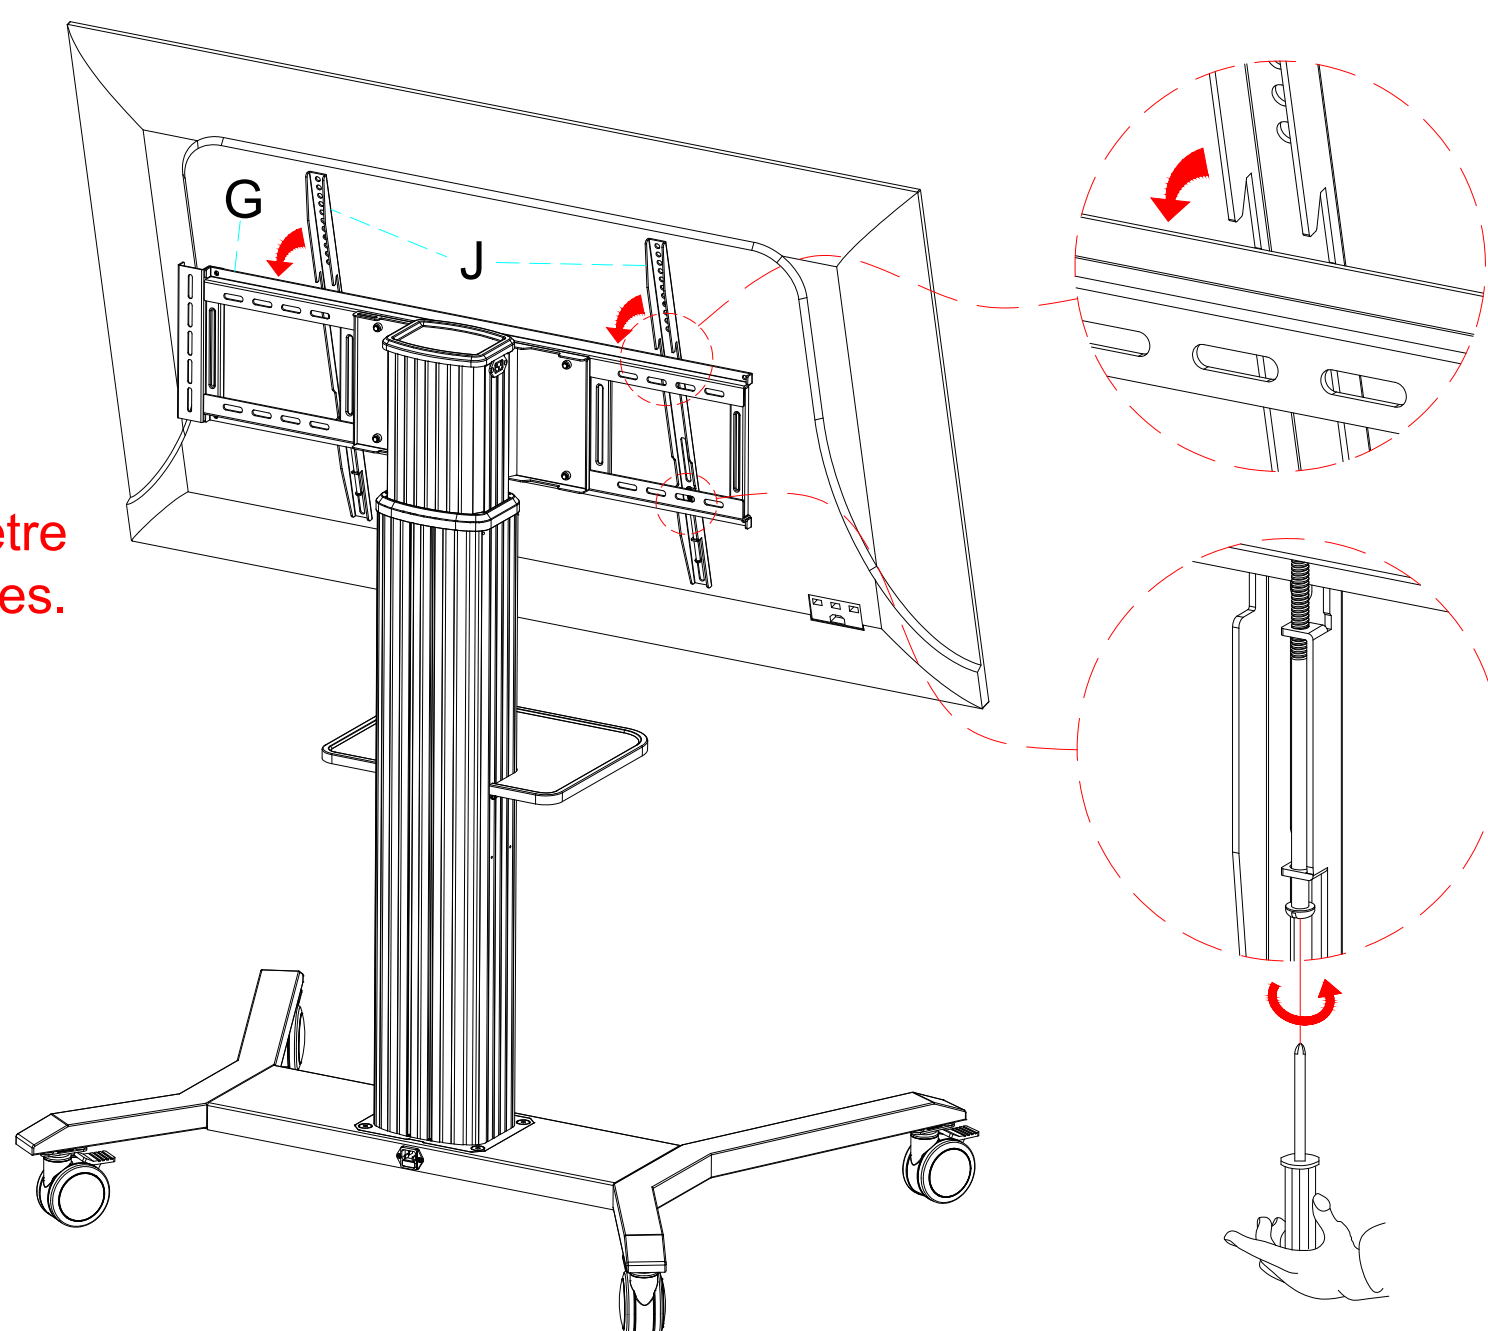

Figure 8
Étape 8 : Accrochez l'écran à la plaque murale (G) à l'aide du support (J) et de l'adaptateur (B). Fixer les vis de sécurité (Figure 8)